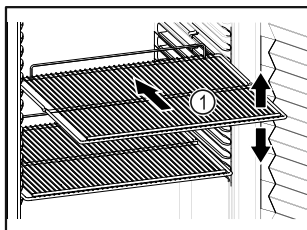

Fig. 50 Примерное изображение
- ☐ Если имеются решетчатые полки Fig. 50 (1), отрегулируйте высоту их установки.